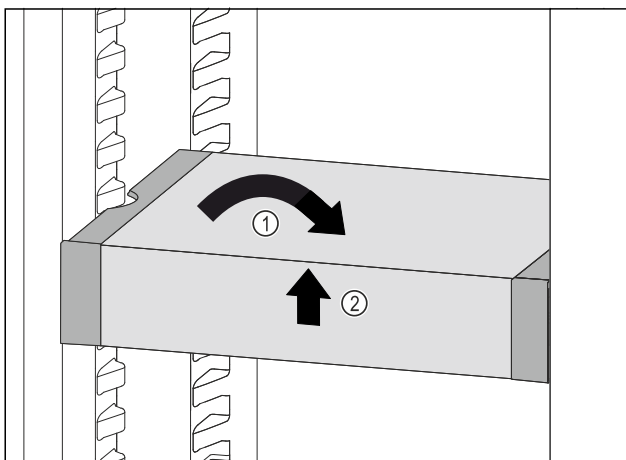

Fig. 94
- Remettre le VarioSafe droit. Fig. 94 (1)
- Soulever la partie avant du VarioSafe. Fig. 94 (2)